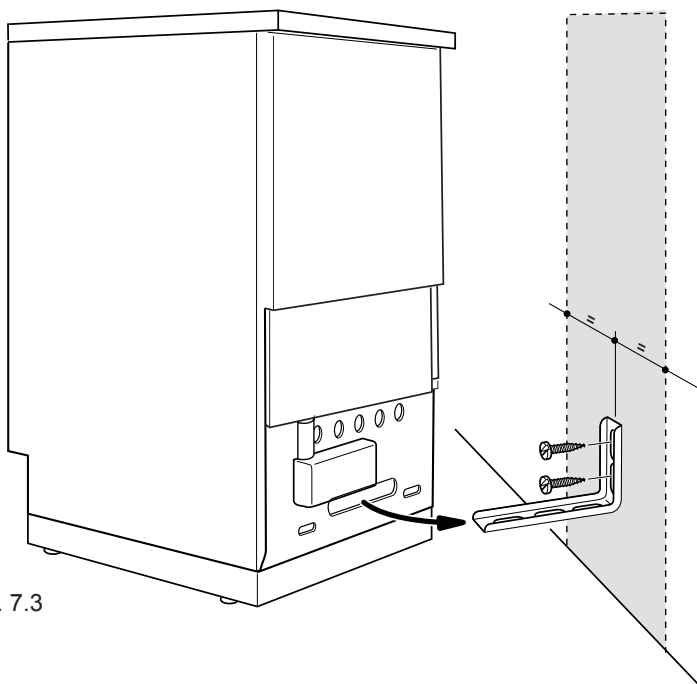

Abb. 7.3
1. Nachdem Sie sichergestellt haben, wo der Herd positioniert wird, markieren Sie an der Wand die Stellen, an denen die 2 Schrauben der Anti-Kipp-Halterung angebracht werden müssen. Bitte folgen Sie den Anweisungen der Abbildung 7.3.
4. Stellen Sie den Herd an die Wand und passen Sie die Höhe der Anti-Kipp-Halterung so an, dass sie an der Rückseite des Herds einrasten kann, siehe Abbildung 7.3.